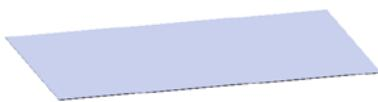
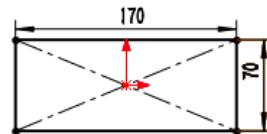

图 12.2.37 基体—法兰 1
图 12.2.38 横断面草图
Step2. 创建图 12.2.37 所示的钣金基础特征——基体—法兰 1。
(1) 选择命令。选择下拉菜单 **插入(I)** → **钣金(B)** → **基体法兰(A)...** 命令(或单击“钣金”工具栏上的“基体法兰/薄片”按钮 )。
(2) 定义特征的横断面草图。
① 定义草图基准面。选取前视基准面作为草图基准面。
② 定义横断面草图。在草图环境中绘制图 12.2.38 所示的横断面草图。
③ 选择下拉菜单 **插入(I)** → **退出草图** 命令，退出草图环境，此时系统弹出“基体法兰”对话框。
(3) 定义钣金参数属性。
① 定义钣金参数。在 **钣金参数(S)** 区域的文本框  中输入厚度值 0.5。取消对 反向(E) 的选中。
② 定义钣金折弯系数。在 **折弯系数(A)** 区域的下拉列表中选择 **K 因子**，把文本框 **K** 的因子系数改为 0.4。
③ 定义钣金自动切释放槽类型。在 **自动切释放槽(I)** 区域的下拉列表中选择 **矩形**，选中 使用释放槽比例(A) 复选框，在 **比例(D):** 文本框中输入比例系数 0.5。
(4) 单击  按钮，完成基体—法兰 1 的创建。